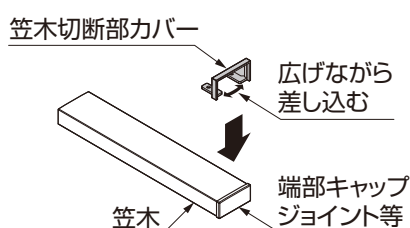

図12-1
- ①笠木の端部と端部キャップや傾斜・傾斜コーナージョイントなどの組合せ部に、笠木切断部カバーを広げながらはめ込んでください。（図12-1参照）